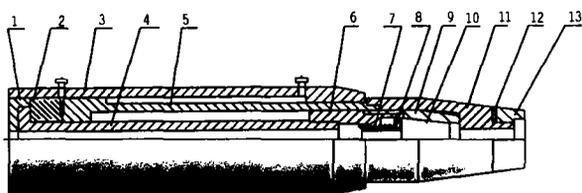

图1 YDC240QX 千斤顶构造示意图
(1) 根据所需张拉的钢绞线规格选择不同的工具夹片(10)、垫圈(12)等配件(如图1)。具体选配如下:
① 当后张  $\phi 15.2$  或  $\phi 15.7$  规格的钢绞线时,如图1所示,选用支撑套螺母(13)及选用端部印有“5”字的工具夹片(10)、支撑套(11),并在支撑套和支撑套螺母间垫上标记为“B”垫圈(12);
② 当后张  $\phi 12.7$  或  $\phi 12.9$  规格的钢绞线时,选用支撑套螺母(13)及选用端部印有“3”字的工具夹片(10)、支撑套(11),并在支撑套和支撑套螺母间取下垫圈(12)。
① 当张拉  $\phi 15.2$  或  $\phi 15.7$  规格的钢绞线时,如图1所示,选用端部印有“5”字的工具夹片(10),并在支撑套(11)和支撑套螺母(13)间装上标记为“A”的垫圈(12);
② 当张拉  $\phi 12.7$  或  $\phi 12.9$  规格的钢绞线时,除选用印有“3”字的工具夹片和标记为“C”的垫圈外,其余同上。
① 当先张  $\phi 15.2$  或  $\phi 15.7$  规格的钢绞线时,如图1所示,选用端部印有“5”字的工具夹片(10),取下支撑套(11)、支撑套螺母(13)及垫圈(12);
①当后张  $\phi 15.2$  或  $\phi 15.7$  规格的钢绞线时, 除将图 1 中的支撑套螺母 (13) 换为群锚限位螺母外, 其余按图 1 安装并与上述 (a) 相同;
②当后张  $\phi 12.7$  或  $\phi 12.9$  规格的钢绞线时, 除按图 1 安装并与上述 (a) 相同外, 还需配用相应的工作限位板方能张拉。
③当用于 OVM15A 二代锚具时, 选用打有“A”的群锚限位螺母。